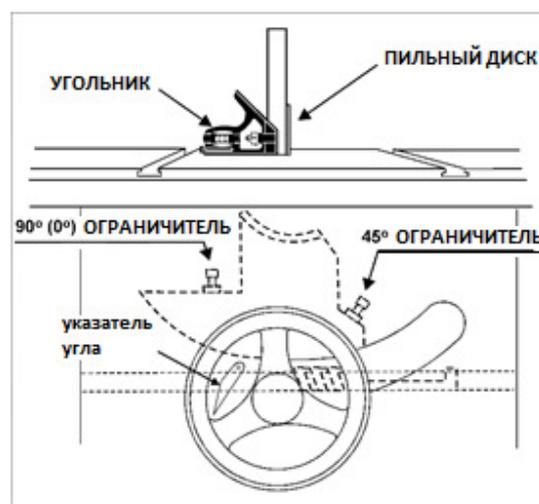

Рис. 8-5: Ограничители наклона пильного диска
5. Если необходима регулировка, ослабьте гайку на винте ограничителя (Рис. 8-5) с помощью 13 мм гаечного ключа и закрутите/открутите винт. Проверьте регулировку и снова затяните гайку.
6. Проверьте положение указателя по шкале (Рис. 8-5). При необходимости ослабьте
Отрегулируйте ограничитель (Рис. 8-5). Проверьте регулировку и затяните гайку.